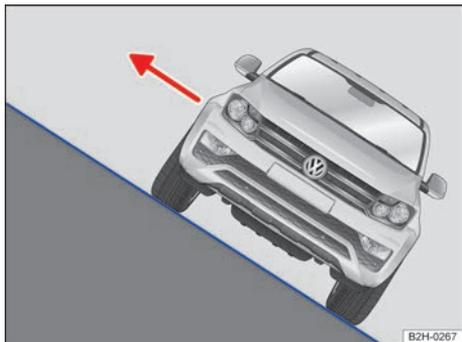

Fig. 142 Si el vehículo está inclinado, baje de él siempre por el lado que mira a la cima.
- Si el vehículo se detiene muy inclinado lateralmente en una pendiente, no se ha de salir nunca del vehículo por las puertas que miran pendiente abajo. Esto podría provocar un desplazamiento lateral del centro de gravedad. El vehículo podría volcar o dar vueltas pendiente abajo. Para evitarlo solo se deberá salir del vehículo con cuidado por el lado que mira hacia la cima → fig. 142.